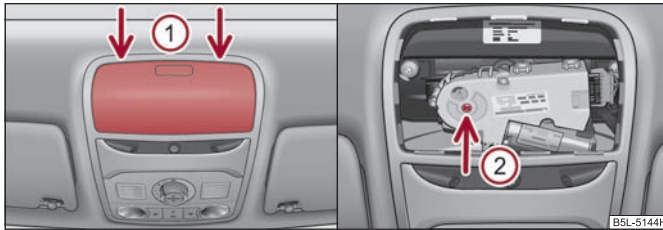

Fig. 36 Imagine din plafon: Puncte de amplasare a șurubelniței / Acționarea în caz de urgență
- Așezați o șurubelniță cu capătul plat în partea din spate a capacului mecanismului electric  ⇒ fig. 36.